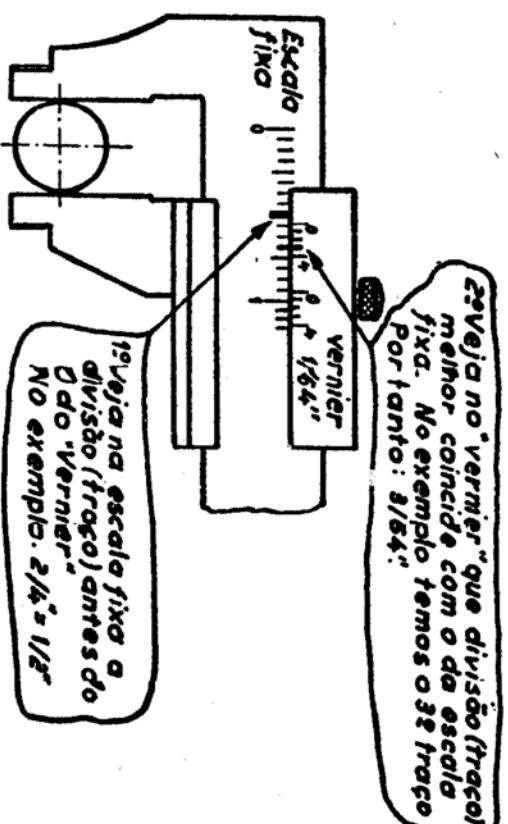

FIG. 205
- Temos que transformar a leitura em frações de 1/64, isto é, com o mesmo denominador em 64. A 2.ª leitura de 1/64 já está em 64. Temos que transformar a 1.ª que é 2/4. Para isso temos que fazer uma divisão de frações entre 2/4 e 1/64. Assim: $2/4 \div 1/64 = 2/4 \times 64/1 = 128/4 = 32$. Então: $2/4 = 32/64$. $32/64$ (1.ª leitura já em 64) mais os 3/64 da 2.ª leitura nos dá $35/64$. Resultado: O calibre está indicando uma leitura de $35/64$ da polegada. (Ver fig. 205).